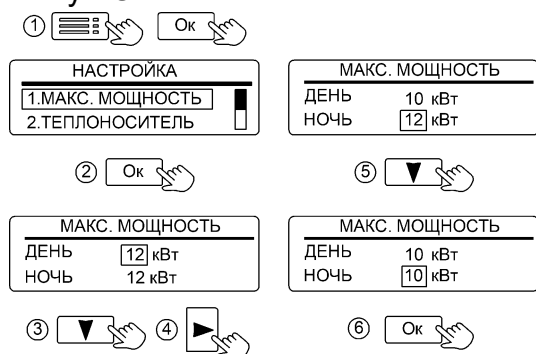

Рисунок 16. Настройка мощности прибора
**11.1.1 «1.МАКС. МОЩНОСТЬ»** - значение максимальной мощности прибора при его работе. При необходимости возможно ограничение мощности (см. рис. 16), при этом изменяется максимальное количество включаемых в работу ТЭН.